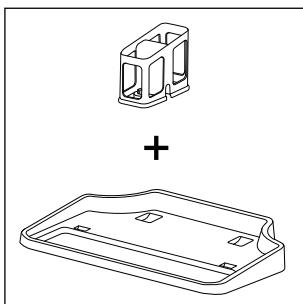
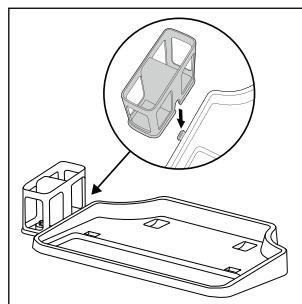

Fig. 4
Fig. 5
- ♦ La estación de soporte y limpieza se compone de una base ④ y de un soporte para el rodillo de cepillos ⑤ (consulte la fig. 4). Para montar la estación de soporte y limpieza, introduzca el soporte para el rodillo de cepillos ⑤ lateralmente en el orificio de la base ④. Desplace el soporte para el rodillo de cepillos ⑤ hacia abajo e intodúzcalo en el orificio hasta que quede encastrado en la base ④ (consulte la fig. 5).